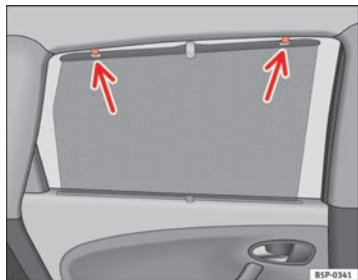

Abb. 84 Sonnenschutzrollo Hintertür
- Ziehen Sie das Rollo aus und hängen es in den Haken am oberen Türrahmen ein ⇒ Abb. 84. ■